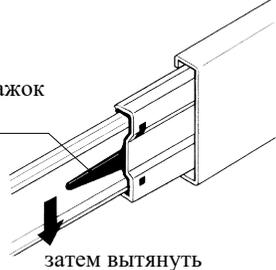
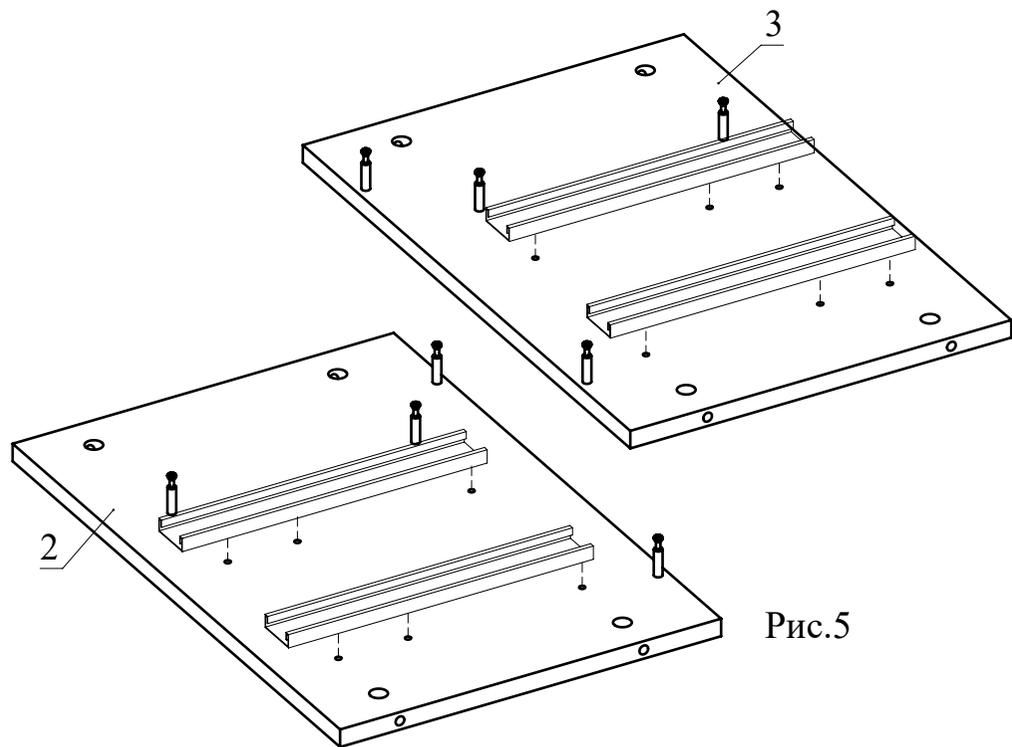

Рис.4
Рис.5
4. Отсоедините от основания телескопических направляющих внутренние планки, отогнув пластиковый рычажок фиксатора (Рис. 4). Основания телескопических направляющих закрепите на деталях 2, 3 винтами М5х8 (Рис. 5). !!! Приложите телескопическую часть отверстиями к отверстиям на боковине тумбы так, чтобы они были отцентрованы относительно друг друга. Вкрутите винты М5х8 с помощью шуруповерта, приложив немного усилий. **Внимание:** винт М5х8 должен заходить с натягом для максимально плотной фиксации телескопических направляющих.